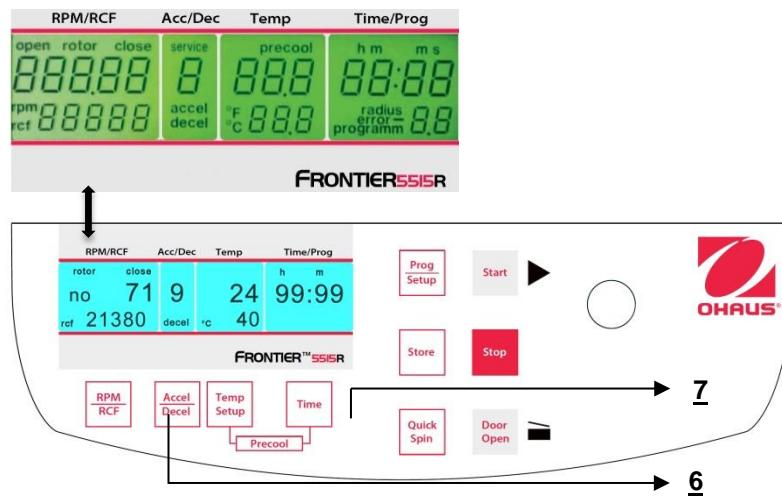

Figura 30
Mentre la centrifuga è disconnessa, premere simultaneamente i tasti "Time"(6) e "Door Open" (7) e connettere l'interruttore principale della centrifuga. Adesso, rilasciare entrambi i tasti e - per effetto di ciò - è eseguita una prova del display per circa 5 secondi. Tutti gli indicatori appariranno allo stesso tempo (Vedere figura 30).